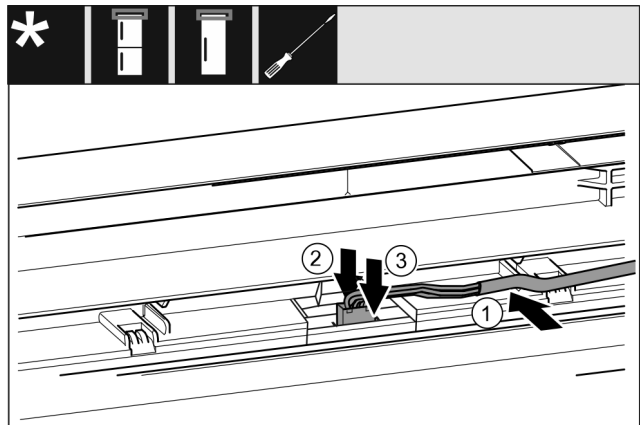

Fig. 63 Kombinált hűtő-fagyasztókészülékek / fagyasztókészülékek / hűtőkészülékek*
- ▶ Helyezze be a kábelt Fig. 63 (1) felső ajtóban lévő vezetősínbe.*
- ▶ Nyomja hátrafelé a reteszelő bütyköt Fig. 63 (2).*
- ▶ Pattintsa be a dugót Fig. 63 (3).*